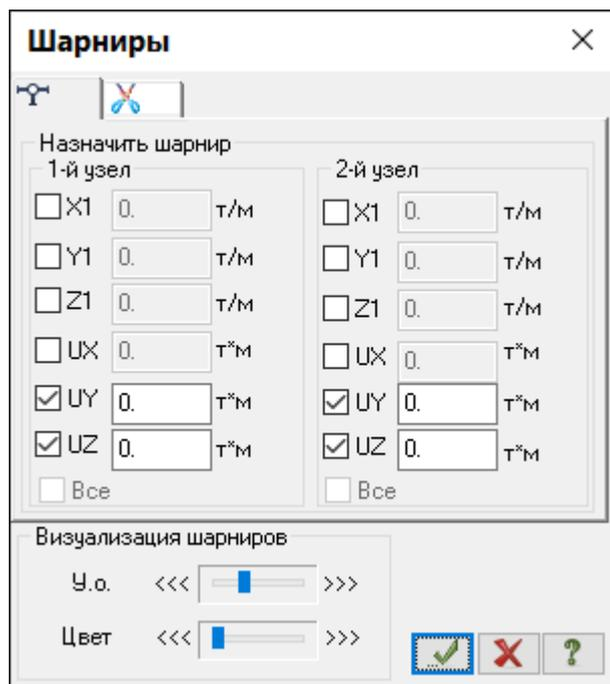

Рис.12.6. Диалоговое окно Шарниры
- Щелчком по кнопке  – **Шарниры** (панель **Редактирование стержней** на контекстной вкладке **Стержни**) вызовите диалоговое окно **Шарниры** (рис.12.6).